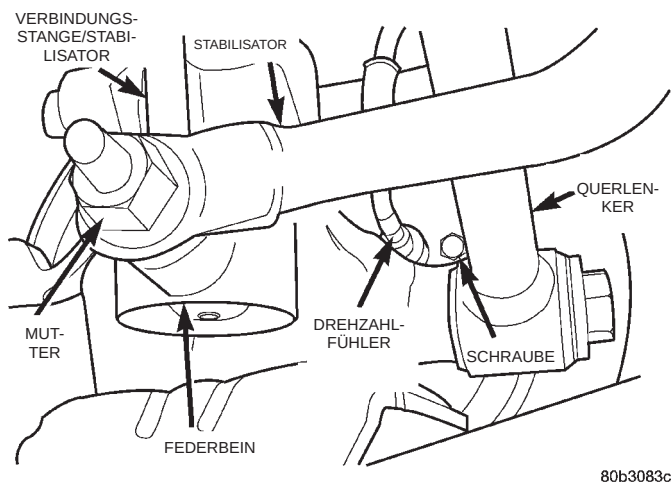

Abb. 14 Kopf des Drehzahlfühlers vom Adapter abbauen
(6) Bei Fahrzeugen mit ABS den Kopf des Drehzahlfühlers vorsichtig vom Scheibenbremsenadapter abbauen (Abb. 14).
(5) Bei Fahrzeugen mit ABS den ABS-Drehzahlfühler am Bremsattel montieren. Die Schraube eindrehen (Abb. 14) und mit einem Anzugsmoment von 7 N·m (60 in. lbs.) festziehen.